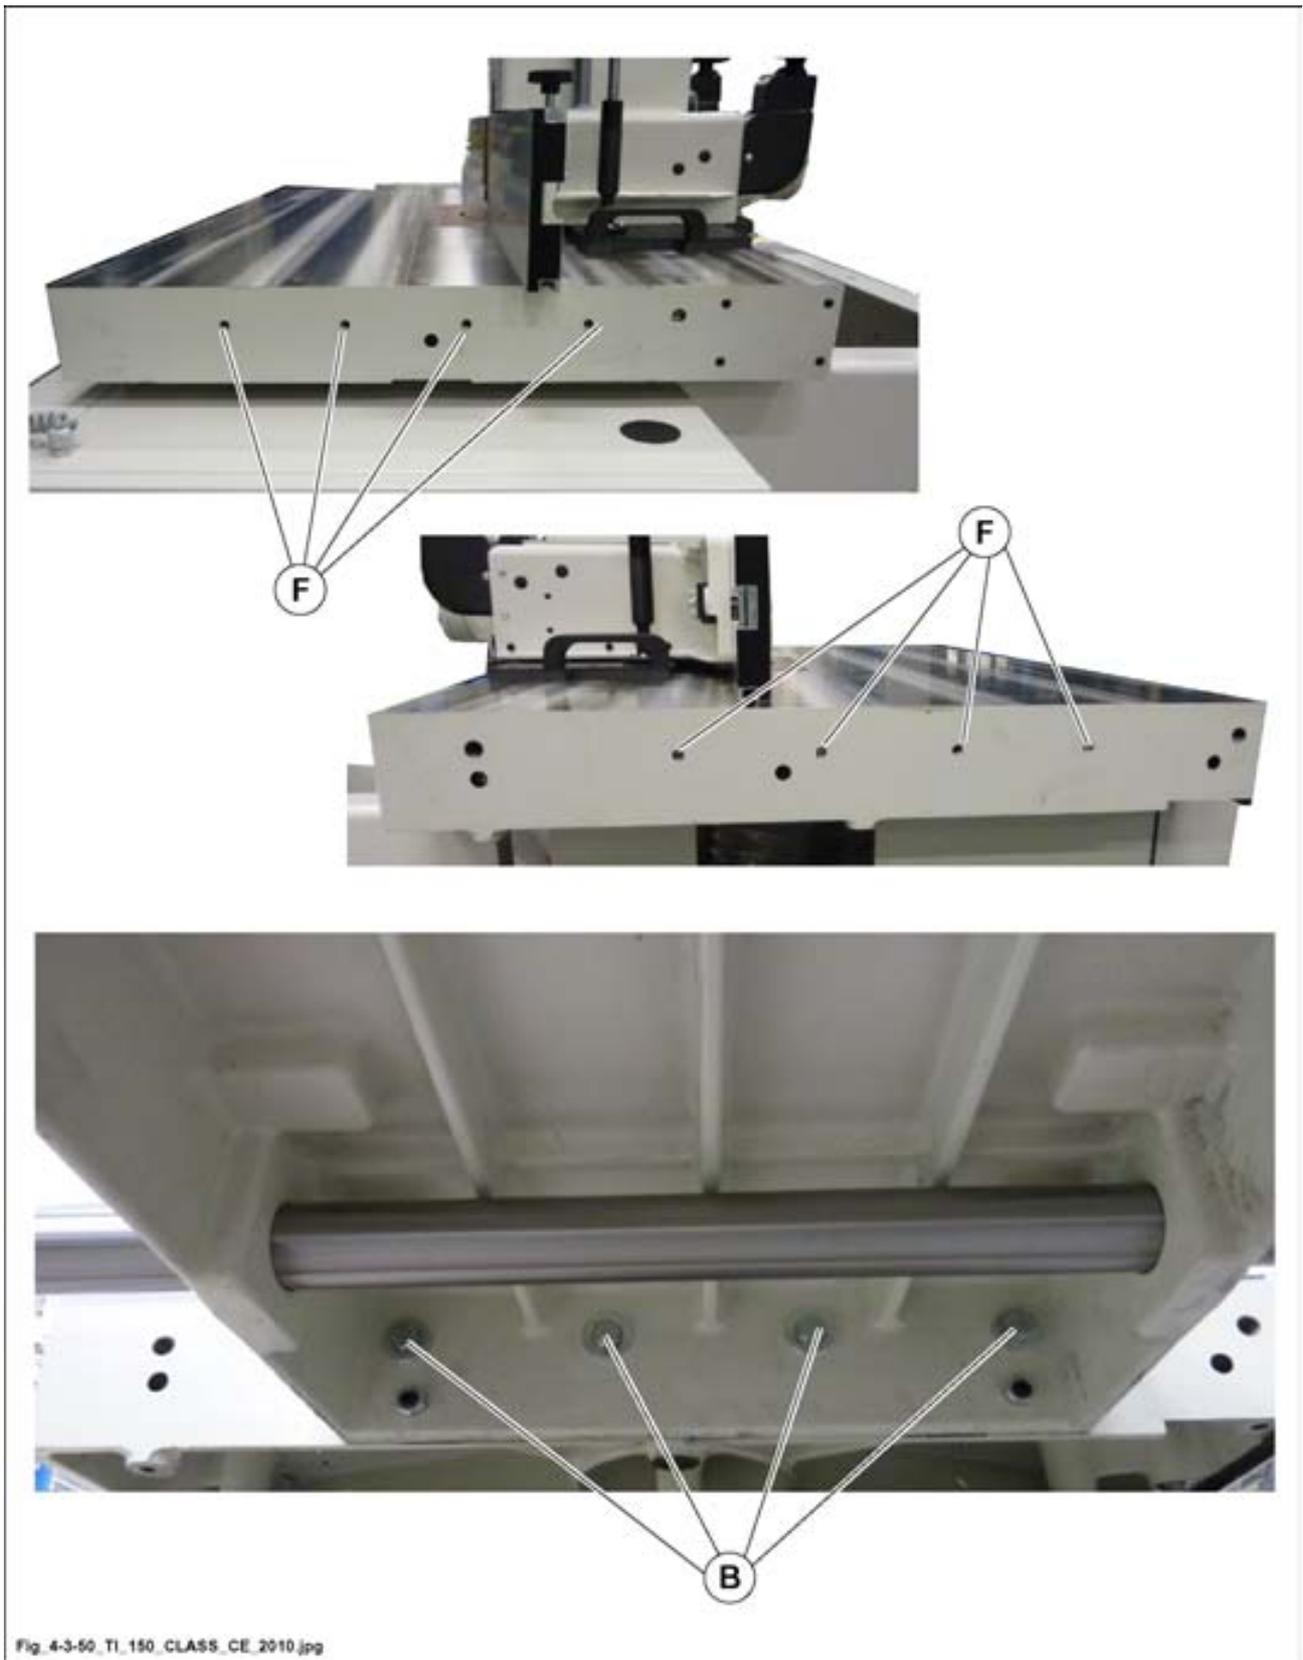

Fig. 4.3-50
- 1) Soulever chacune des 2 tables supplémentaires avec une grue ou chariot élévateur et les porter en correspondance des alésages filetés (F fig. 4.3-50).
- 2) Serrer les 4 vis (B fig. 4.3-50) lorsque la table supplémentaire est parfaitement alignée à la table de la machine. (utiliser une règle de contrôle pour vérifier l'alignement).